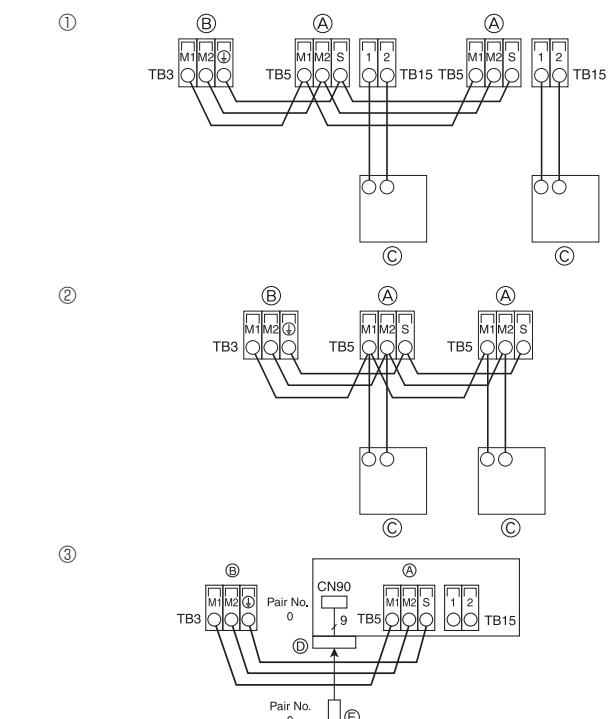

Fig. 4-8
4.4. Anschluss der Fernbedienungs-, Innen- und Außenübertragungskabel (Fig. 4-8)
- ① MA-Fernbedienung
- ② M-NET-Fernbedienung
- ③ Kabellose Fernbedienung (bei Installation des kabellosen Signalempfängers)